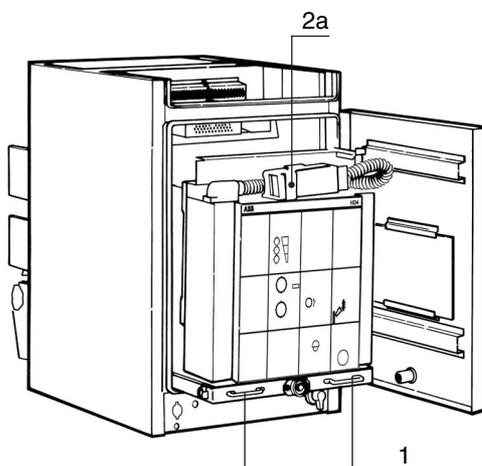
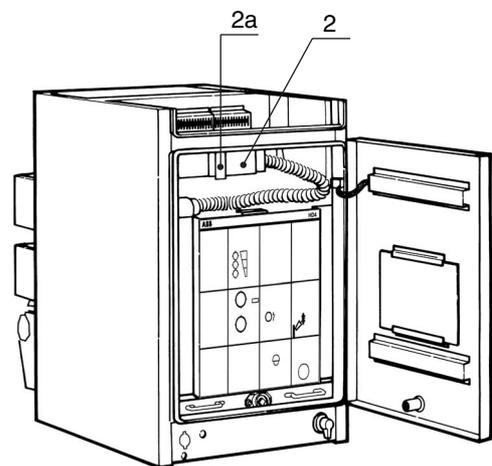

Fig. 18
Fig. 19
- (1) Passaggio da interruttore estratto alla posizione di “sezionato”
- Spingere manualmente l'interruttore senza forzare eccessivamente, finché si arresta (fig. 18)
- Spostare contemporaneamente le due maniglie (1) verso l'asse mediano dell'interruttore e contemporaneamente spingere leggermente l'interruttore stesso verso il fondo del contenitore; lasciare libere le maniglie (1) e continuare l'inserzione manuale finché l'interruttore si blocca con le maniglie (1) che scattano lateralmente.
- (2) Passaggio dalla posizione di “sezionato” a quella di “sezionato in prova”
- Liberare il connettore (2) dal gancio sulla sommità dell'interruttore (ove esistente) e collegarlo alla relativa presa nel contenitore (fig. 19)
- Attenzione!** Assicurarsi che la leva (2a) sia completamente premuta contro il connettore (2).
- (1) Change-over from circuit-breaker withdrawn to the “isolated” position
- Push the circuit-breaker manually but not too hard, until it stops (fig. 18)
- Simultaneously move the two handles (1) towards the median axis of the circuit-breaker and at the same time push the circuit-breaker slightly towards the bottom of the enclosure. Release the handles (1) free and continue manual racking-in until the circuit-breaker stops with the handles (1) tripping sideways.
- (2) Change-over from the “isolated” to the “isolated for test” position
- Release the connector (2) from the hook on the top of the circuit-breaker (if provided) and connect it to the relevant socket in the enclosure (fig.19)
- Caution!** Make sure that the lever (2a) is fully pressed against the connector (2).